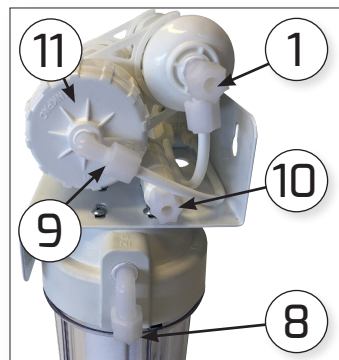

Bild 6.
- Skruva loss slanganslutning 9, bild 6.